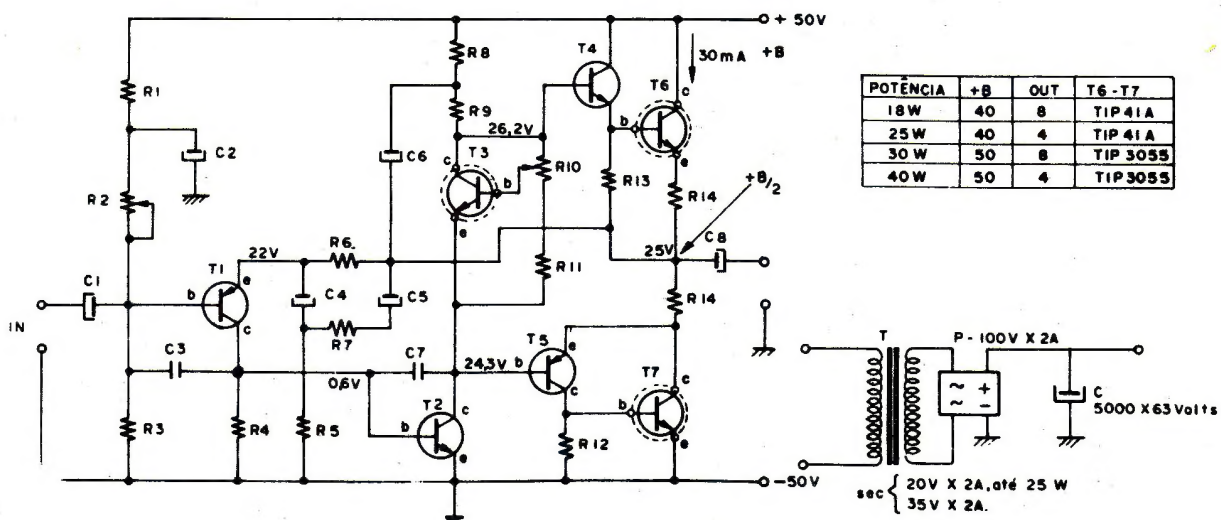

FIGURA 8
A figura 8 mostra o diagrama esquemático do amplificador que tem potência variável de 18 a 40 Watts, respectivamente. Essa gama de potência está diretamente ligada à escolha dos transistores de saída, T6 e T7, bem como a tensão +B aplicada neles. Ao lado do diagrama esquemático elétrico, FIGURA 8, aparece uma tabela onde estão os tipos de transistores (T6, T7) usados, potência, a tensão +B e a impedância de saída.
POTÊNCIA	VEJA TABELA NA FIGURA 8
- T 6 - NPN silício (veja tabela figura 8)
- T 7 - NPN silício (veja tabela figura 8)
A fonte de alimentação que é mostrada junto com a FIGURA 8 é do tipo retificação de onda completa por ponte. Para as potências de 18 e 25 Watts, o transformador T deverá ter seu secundário 28 Volts AC X 2 ampéres. Para potência entre 30 e 40 Watts o secundário deve ter 35 Volts AC X 2 ampéres. Se for utilizado em versão estéreo, a corrente do transformador deverá ser duas vezes as mencionadas para versão mono.